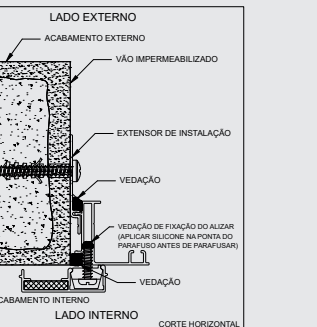

Figura 8 - Instalação do alizar parafusado
- e) Instalar os alizares. (se aplicável), (Conforme figura 8).